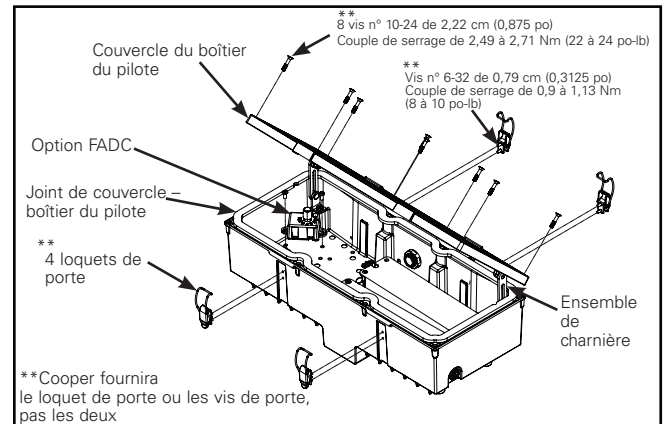

Figure 10.
Option FADC/FAWS – Si équipé (figures 10, 11)
1. Si le couvercle du boîtier du pilote est fourni avec des loquets, desserrez tous les loquets et laissez la porte s'ouvrir. Si le couvercle du boîtier du pilote est fourni avec des vis, utilisez un embout Torx pour desserrer toutes les vis de la porte. Notez que les vis de la porte sont retenues dans la porte; il ne faut donc pas les retirer complètement de la porte (fig. 10).